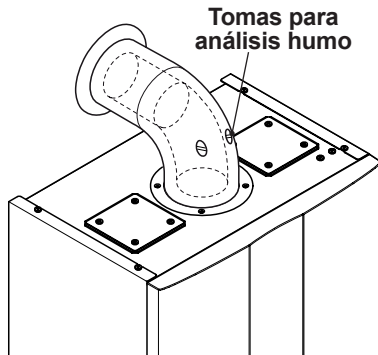

Figura 7.1
- Conecte un analizador de humos a las tomas de análisis de humos situadas en las salidas de humos de la caldera Figura 7.1.